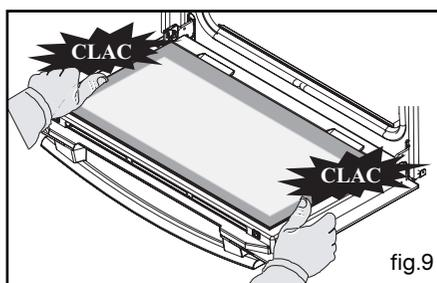

fig.9
- Clippez votre cadre en le serrant avec la porte. Ne pas appuyer sur le cadre seul. (fig.9).